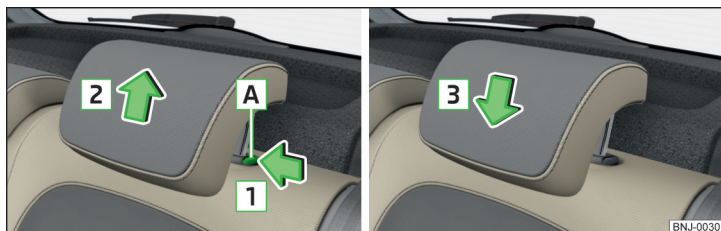

Fig. 62 Poggiatesta: montaggio/smontaggio
- Premere il tasto di sicurezza **A** in direzione della freccia **1** ed estrarre il poggiatesta in direzione della freccia **2** » fig. 62.
- Spingere il poggiatesta in direzione della freccia **3**, finché il tasto di sicurezza non si innesta » fig. 62.